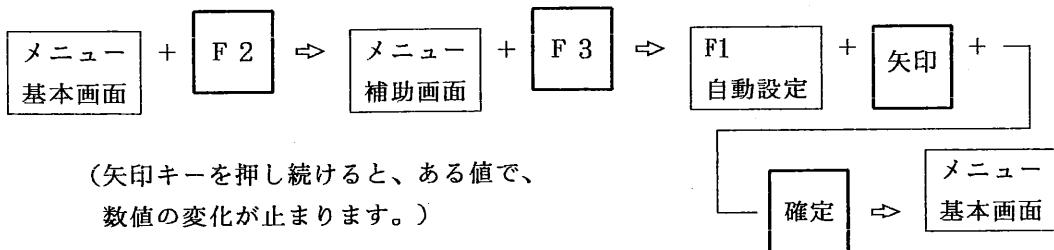

図 6.2.6 手動でパルス繰返周波数を設定する方法
[パルス繰返周波数の設定手順] (図 6.2.6参照)
- ① 選択キー [F 2] を一回押すとメニュー補助画面がメニューエリアに表示されます。
- ② 選択キー [F 3] を一回押すとメニュー補助画面に図 6.2.6 に示すパルス繰返周波数自動設定が表示されますから、選択キー [F 1] を1回押すと、探傷条件表示エリアのパルス繰返周波数の項のバックが黄色となり、矢印キーで測定範囲に応じて入力された数値を変更できます。変更した数値は、探傷条件表示エリアのパルス繰返周波数の項に表示されます。この場合でも、表 6.2.1 に示したように測定範囲ごとに上限のパルス繰返周波数が設定されており、その上限値以上のパルス繰返周波数を入力することはできません。